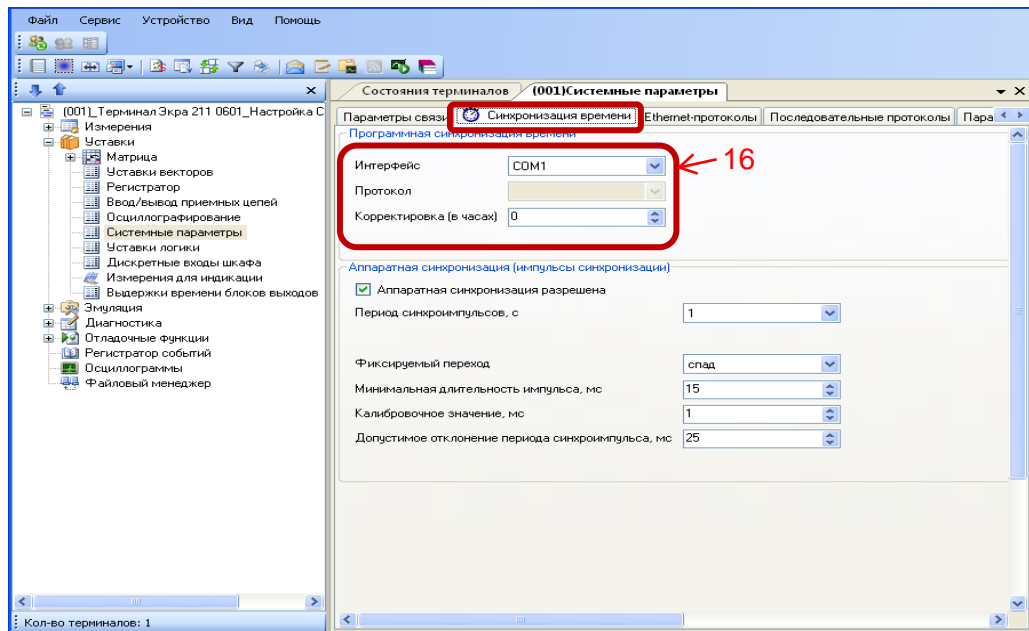

Рисунок 15 – Настройка синхронизации времени для протокола МЭК 60870-5-103
4.1.5 Далее во вкладке **Синхронизация времени** выбрать интерфейс, на который назначен протокол МЭК 60870-5-103 (см. рисунок 15, обозначение 16).
4.1.6 Если необходимо задать разницу во времени между терминалом и источником времени в поле **Корректировка (в часах)** (см. рисунок 15, обозначение 16) выставить требуемую разницу в соответствии с проектом. Значение по умолчанию 0.
7.1.3 Далее во вкладке **Синхронизация времени** выбрать интерфейс, на который назначен протокол Modbus RTU (см. рисунок 15, обозначение 16).
7.1.4 Если необходимо задать разницу во времени между терминалом и источником времени в поле **Корректировка (в часах)** (см. рисунок 15, обозначение 16) выставить требуемую разницу в соответствии с проектом. Значение по умолчанию 0.